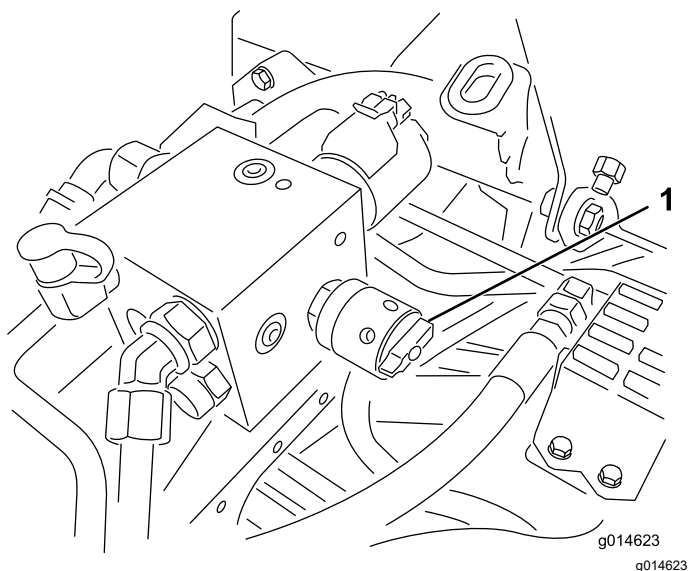

图 60
6. 将滚刀速度控制杆旋转至设置 1 图 60。
4. 要调节滚刀的速度请旋转旋钮 图 60 直至指示器箭头与在步骤 3 中确定的数字对齐。